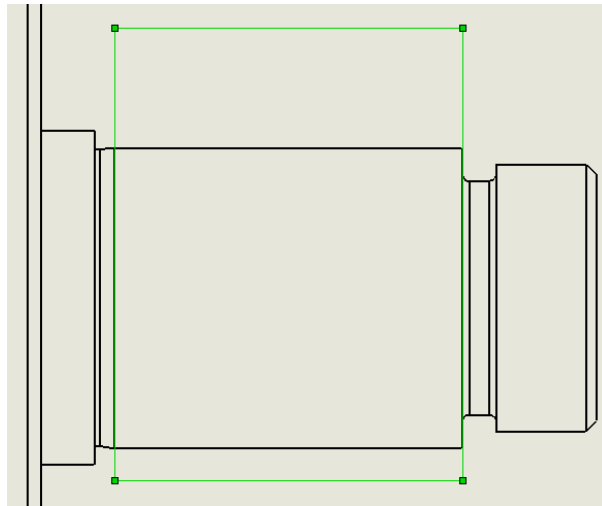

Рис. 8.3.9. Ескіз для перерізу
6. Далі нарисуйте прямокутник, який буд охоплювати лише ту частину вала, де знаходиться шестерня з меншим діаметром (рис. 8.3.9).